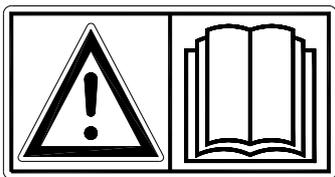

Fig. 1
**Leggere e comprendere** (Fig. 1) a fondo il contenuto del manuale prima di utilizzare la Verti-Groom. Se l'attrezzatura non viene utilizzata secondo le modalità previste indicate nel manuale, sussiste il pericolo di infortuni e/o di danneggiamento della Verti-Groom.